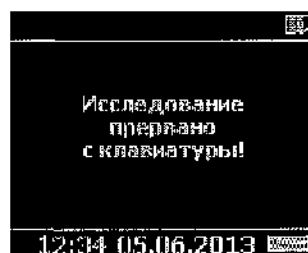

Рисунок 82
- 4) При помощи кнопки «^», сделать активной позицию «Да» и нажать на кнопку «>» - применить. В подтверждение завершения исследования звучат два коротких звуковых сигнала, на дисплей выводится соответствующее сообщение (рисунок 82). Сообщение будет отображаться до нажатия на любую кнопку.